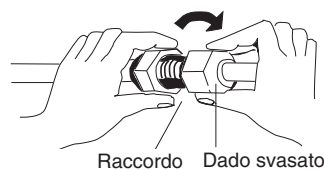

Fig. 5-5
- (3) Per ottenere un collegamento corretto allineare il tubo di raccordo e quello svasato -diritti uno rispetto all'altro - e quindi avvitarne bene il dado svasato in modo da ottenere un'adesione perfetta. (Fig. 5-5)